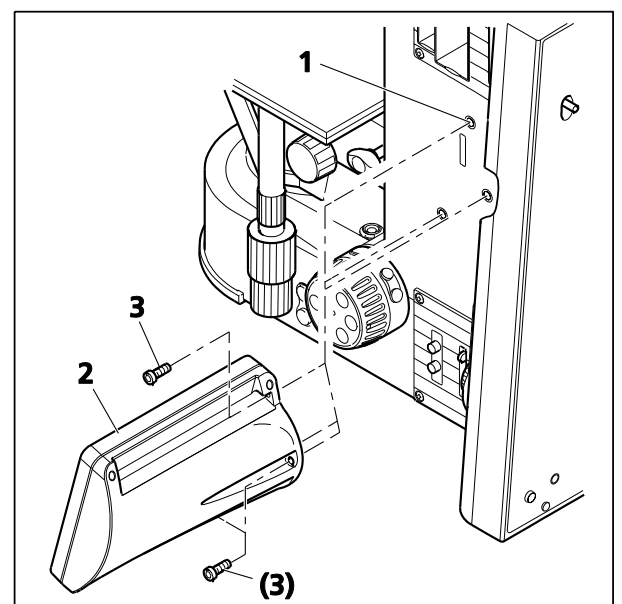

Fig. 38 Montage de l'écran TFT
- Monter l'écran TFT (Fig. 38/2) sur le côté droit du statif motorisé (Fig. 38/1) à l'aide des trois vis (Fig. 38/3).